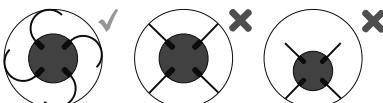

**Рис. 1. Насадка с наждачной бумагой RIDGID® FlexShaft**
Насадки с наждачной бумагой RIDGID® FlexShaft предназначены для использования с машинами RIDGID FlexShaft для финишной очистки стенок труб (например, перед прокладкой труб) или финишной очистки после восстановительных работ / боковой очистки после прокладки труб (рис. 1).
1. Выкрутите два винта, которые удерживают передний колпачок, и снимите его (см. рис. 1.)